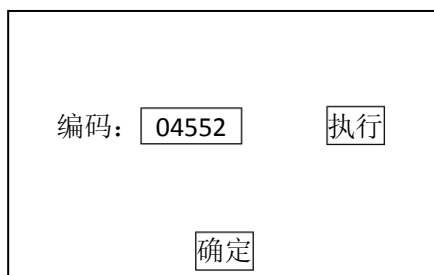

图 1-9
- 6) 输入发动机电脑编码(发动机编码可以从旧发动机电脑版本信息可得)如 04552，点击【执行】进行编码。如图 1-9；